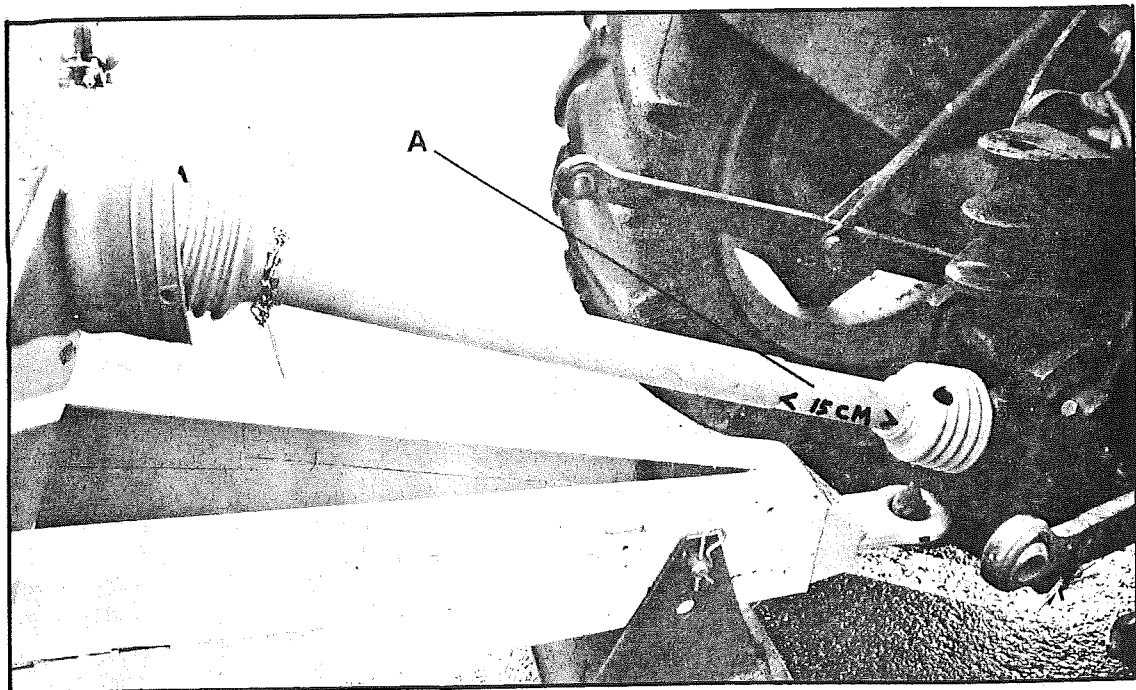

Abb. 2.
4. Gelenkwelle anschliessen. Die Gelenkwelle muss im Geradlinig angekuppelten Zustand des Wagens ca. 15 cm (siehe Abb. 2-A) ausgeschoben sein, so dass diese bei Kurvenfahrten ungehindert ein- und ausschoben kann (sonst Bruchgefahr).